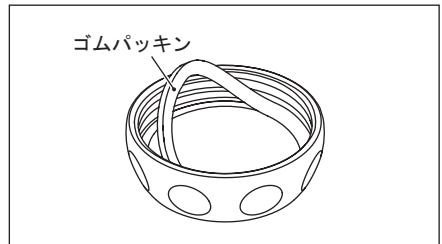

図 19
- 2) パウダーケースキャップを分解しゴムパッキンを取り外します(図 19)。